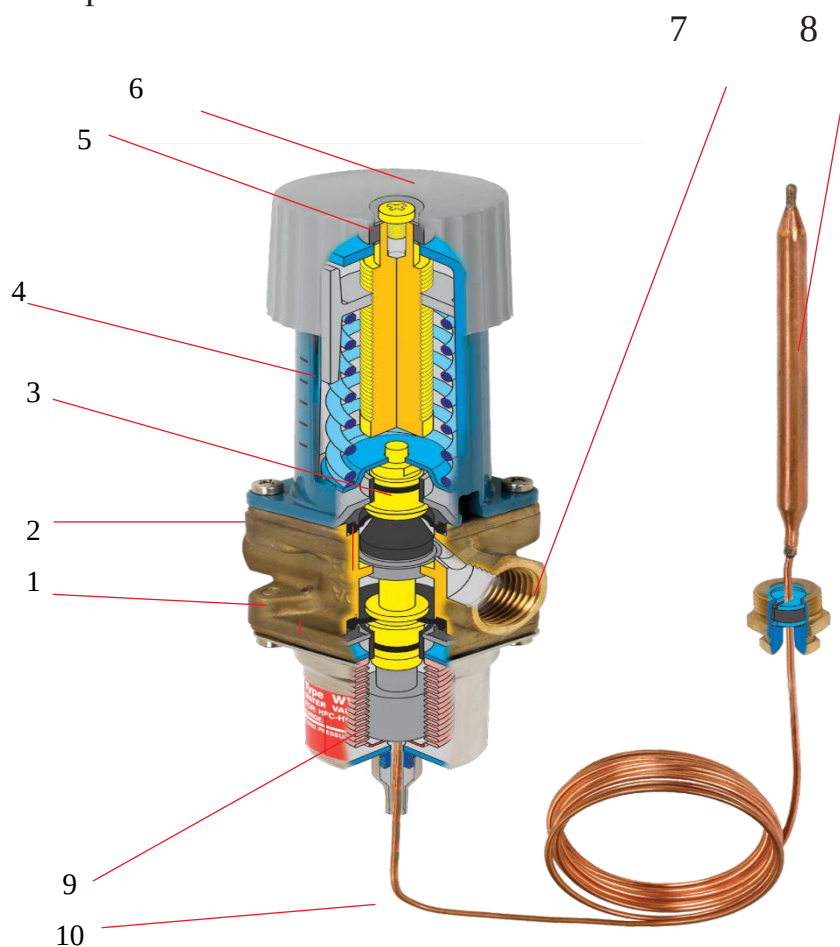

Рис. 1. Водяной клапан серии AVTA
Клапан (рис. 1) состоит корпуса (2), внутри которого установлен подвижный конус (1), покрытого специальной резиной. Уплотнение конуса осуществляется резиновыми кольцами (3), расположенными на штоке клапана в верхней и нижней его части.